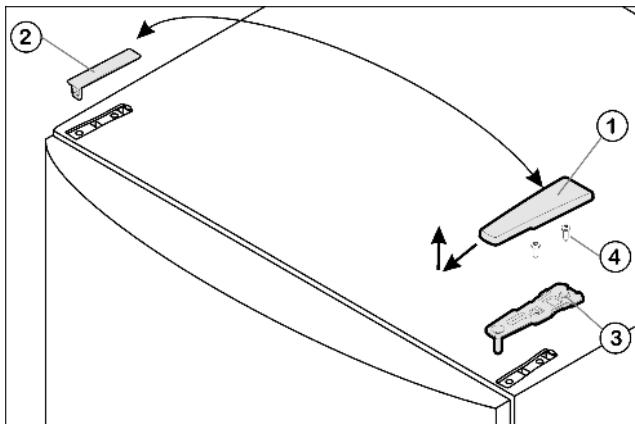

Fig. 4
- ▶ Потяните крышку Fig. 4 (1) вперед и вверх.
- ▶ Снимите крышку Fig. 4 (2).
- ▶ Открутите верхний опорный кронштейн Fig. 4 (3)(2 шт. Torx® 25) Fig. 4 (4) и вытяните вверх.
- ▶ Установите верхний опорный кронштейн Fig. 4 (3) на новой стороне шарнира и защелкните в дверце.
- ▶ Привинтите верхний опорный кронштейн (**с моментом 4 Нм**)(2 шт. Torx® 25) Fig. 4 (4). При необходимости проделайте отверстия или используйте аккумуляторную отвертку.
- ▶ Наденьте и защёлкните крышку Fig. 4 (1) и крышку Fig. 4 (2) на противоположной стороне снаружи.